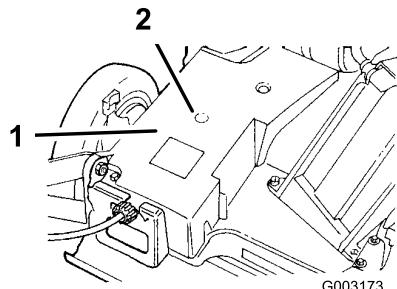

Figure 24
2. Raccordez une pompe à graisse au graisseur dans l'ouverture du couvercle de courroie (Figure 24).